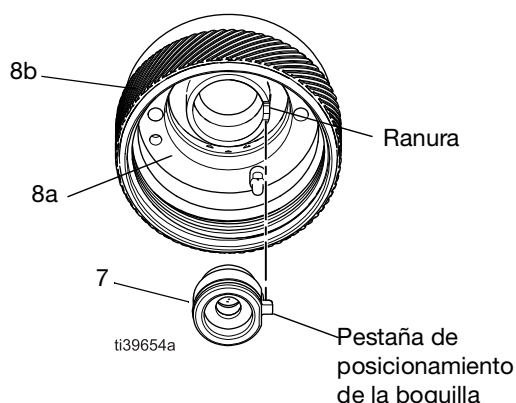

FIG. 7: Configuración de la boquilla de pulverización y el cabezal de aire (vista trasera)
3. Retire el conjunto del cabezal de aire (8) y la boquilla de pulverización (7).
4. Instale la boquilla de pulverización (7) en el cabezal de aire (8a) con la pestaña de posicionamiento de la boquilla situada en la ranura del cabezal de aire. Consulte la FIG. 7.